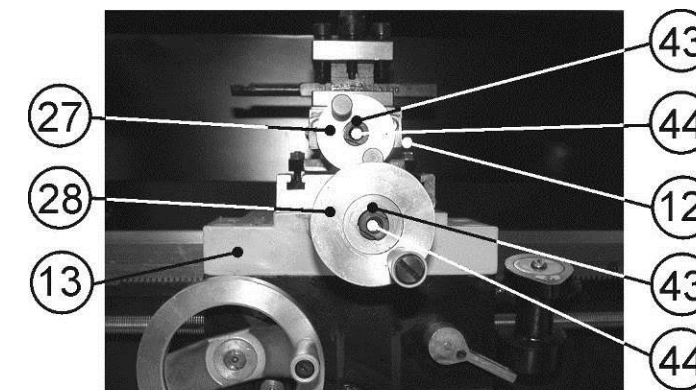

Рис.8
9.4.2. Регулировка перемещения ходового винта поперечного суппорта (13), Рис. 8, выполняется так же, как регулировка перемещения ходового винта поворотного суппорта (12) (См. п. 9.4.1.).